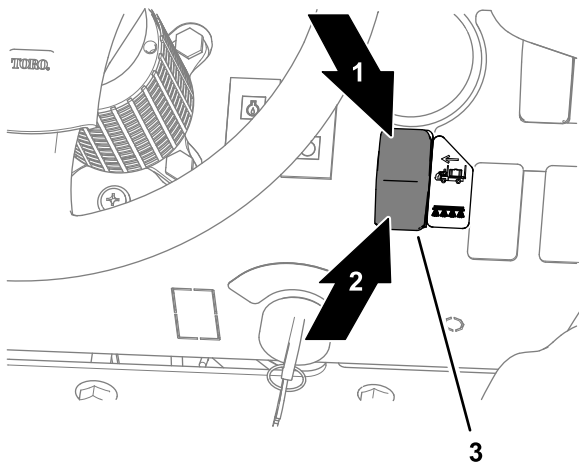

Bild 146
8. Schalten Sie am Armaturenbrett der Maschine den Freigabe-/Transportschalter in die FREIGABEMODUS-Stellung (Bild 146).